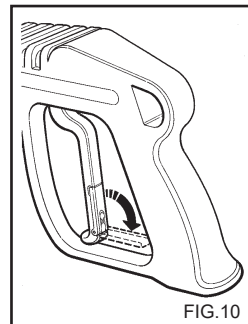

FIG.10
- Wenn der Hochdruckreiniger nicht benutzt wird, die Sicherheitsvorrichtung am Griff schließen.(Fig.10)